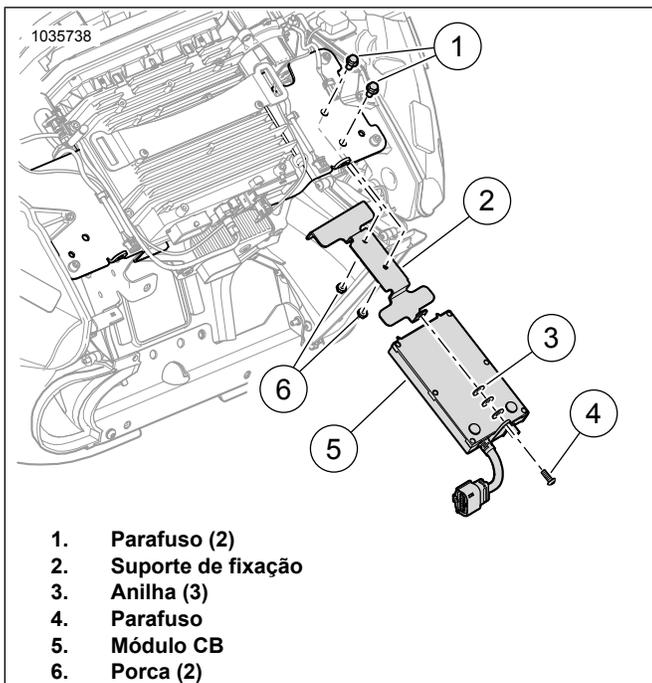

Figura 4. Instalar o módulo CB: Tampas laterais montadas no quadro
1. Ver Figura 4 . Instalar o suporte de montagem (2).
2. Instalar os parafusos (1) e as porcas (6). Aperte.